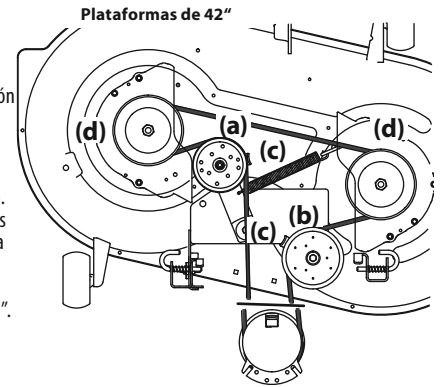
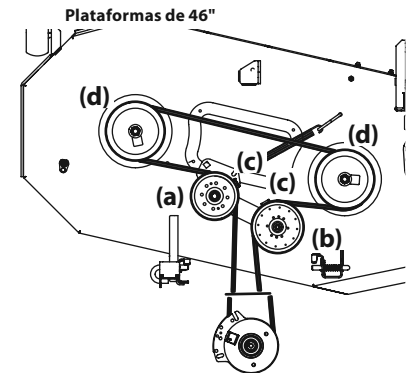
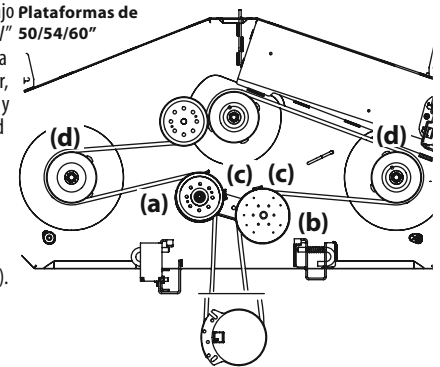

Figura 47
Figura 48
Figura 49
2. Afloje, pero no quite los herrajes de la polea loca a la derecha (a) y la izquierda (b). Consulte la Figura 47 para las plataformas de 42", la Figura 48 para las plataformas de 46" y la Figura 49 para las plataformas de 50", 54" y 60".